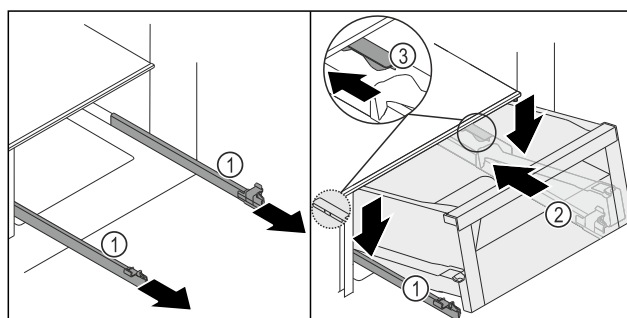
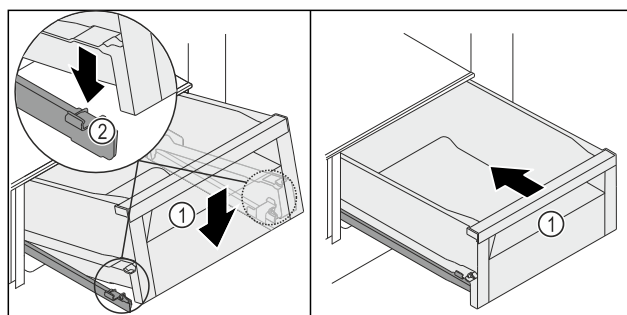

Fig. 132
Fig. 133
- Schienen Fig. 132 (1) festhalten und Schubfach Fig. 132 (2) von oben hinter dem Stopper Fig. 132 (3) auf den Schienen Fig. 132 (1) aufsetzen.
- Schubfach Fig. 132 (2) auf den Schienen Fig. 132 (1) bis zum Anschlag nach hinten schieben.
- Schubfach Fig. 132 (2) vorne absenken, so dass Schubfach links und rechts in die Klemme Fig. 133 (2) rutscht.
- Schubfach Fig. 133 (1) rastet hörbar ein.
- Schubfach Fig. 133 (1) einschieben.